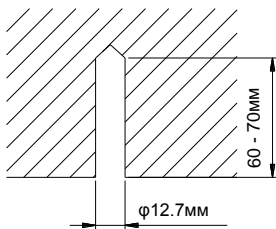

Рис. 4.5
- (2) Предусмотрите надёжную фиксацию анкерных болтов в потолке, достаточную для подвески устройства. Отметьте позиции анкерных болтов на основании монтажного шаблона. Дрелью просверлите отверстия диаметром 12,7 мм (1/2 ") . (Рис. 4.5)